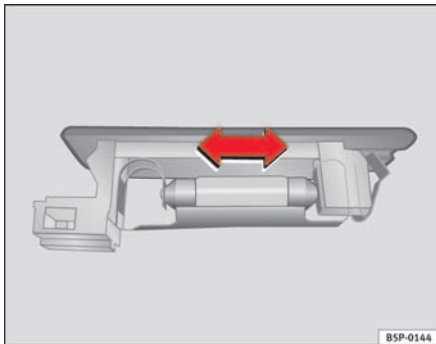

Abb. 168 Gepäckraum-
- Die Lampe zur Seite drücken und aus ihrer Halterung herausnehmen ⇒ Abb. 168